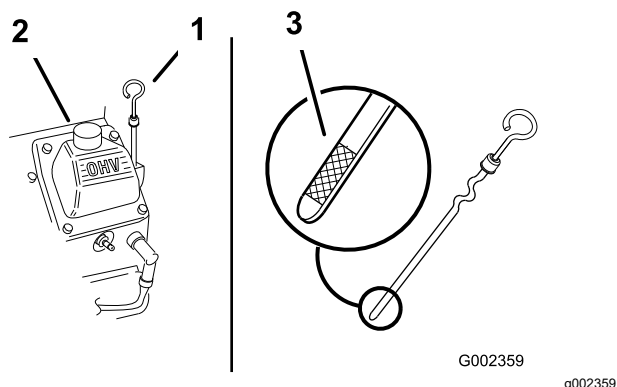

Figure 149
3. Nettoyez la surface autour du bouchon de remplissage et de la jauge d'huile (Figure 149).